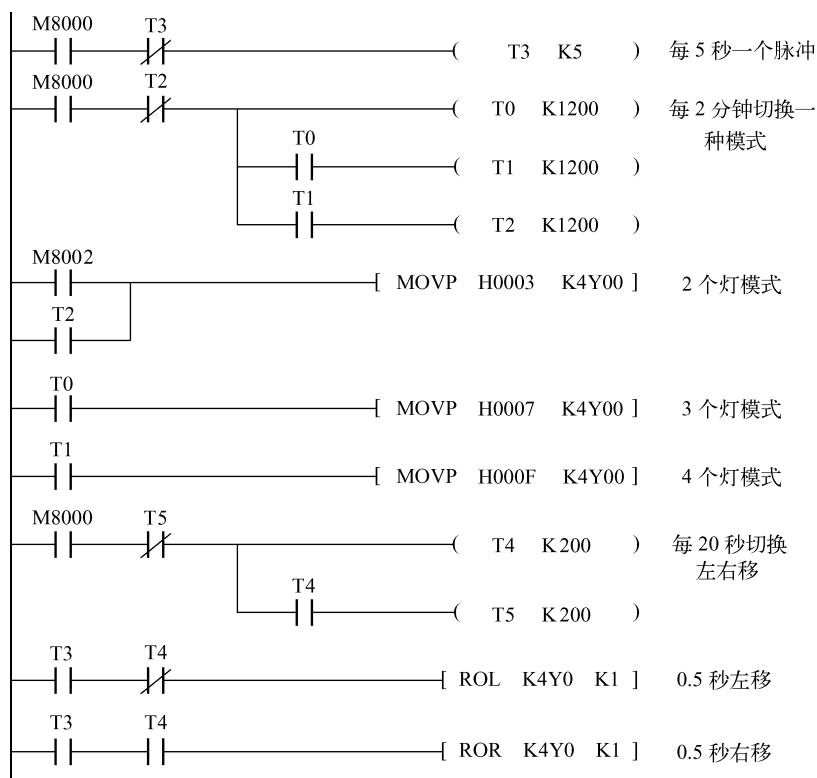

图 6-34 16 位彩灯循环控制梯形图
**解：**根据控制要求，编写梯形图程序，如图 6-34 所示。